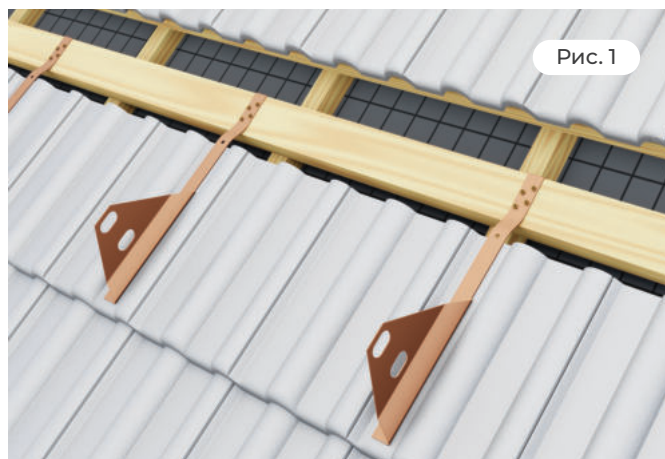

Рис. 1
- Опорная доска из древесины 1-го сорта или древесины слоистой из клееного шпона (LVL) сечением 50x100 мм устанавливается таким образом, чтобы нижний край кронштейна отступал на 2-3 см от нижнего реза черепицы (Рис. 1).
- Кронштейны крепятся к опорной доске четырьмя саморезами по дереву 4,5x50 (Рис. 1).